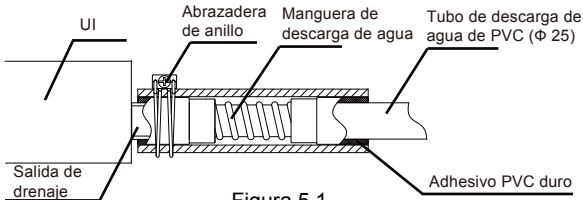

Figura 5.1
3. Utilice el revestimiento aislante para la tubería de descarga de agua (accesorio) para agrupar las tuberías de succión y de descarga de agua de la unidad interior (especialmente la parte interior), y use la brida para la tubería de descarga de agua (accesorio) para unir las tuberías firmemente y asegurarse de que el aire no entre y se condense. Véase Figura 5.1.